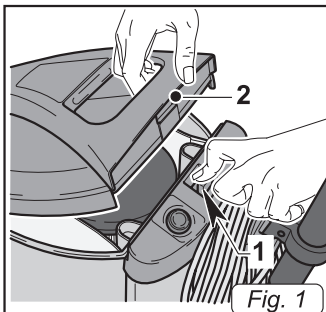

Fig. 1
- Déplacer le levier (1 Fig. 1) et retirer le couvercle (2 Fig. 1).